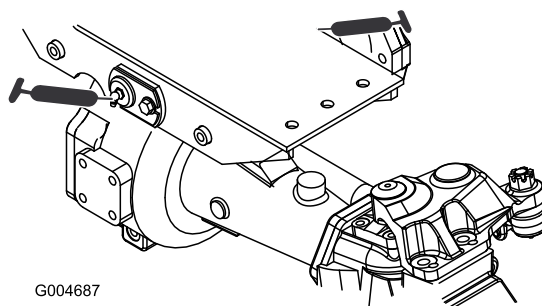

Figure 59
- Bagues de pivot d'essieux avant et arrière (2) (Figure 59)